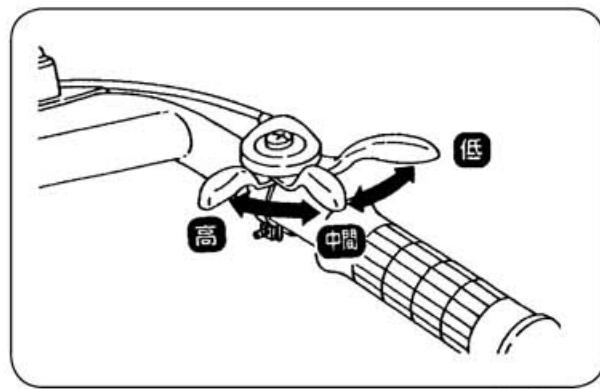

図 29
- ③スロットルレバーを上げて速度を調整します。 (図29)